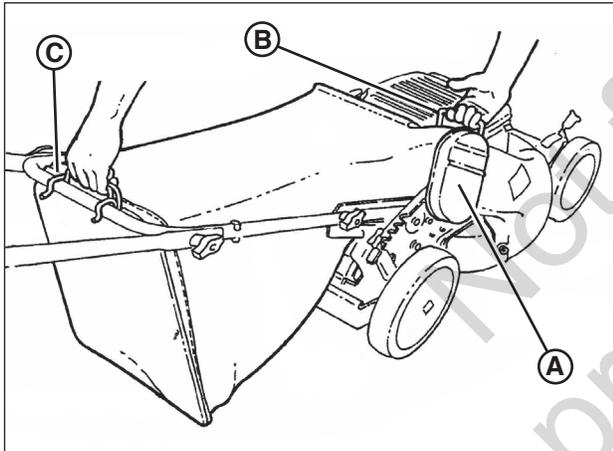

Figure 12: Installation du sac à herbe
2. Installez le sac à herbe en ouvrant la trappe de l'adaptateur (**A, Figure 12**) et en glissant le connecteur (**B**) par-dessus la bride de l'adaptateur.